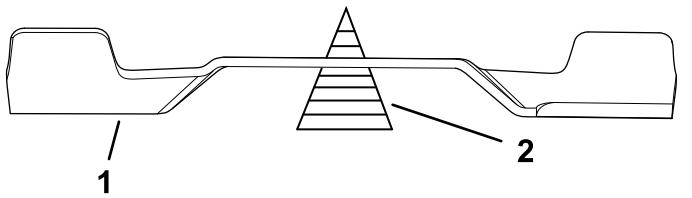

Figure 107
2. Vérifiez l'équilibre de la lame en la plaçant sur un équilibrEUR (Figure 107).